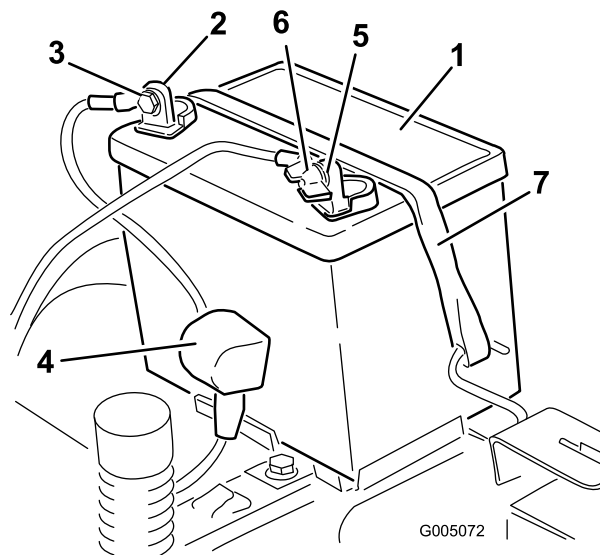

Figura 34
4. Staccate il cavo negativo (nero) di terra dal polo della batteria (Figura 34). Conservate tutti i dispositivi di fermo.
5. Infilate il cappuccio di gomma sul cavo positivo (rosso) della batteria. Staccate il cavo positivo (rosso) dal polo della batteria (Figura 34). Conservate tutti i dispositivi di fermo.
6. Togliete il dispositivo di fissaggio della batteria (Figura 34) e togliete la batteria dal vassoio.
1. Posizionate la batteria sul vassoio con i poli dei morsetti rivolti verso la posizione di guida (Figura 34).
5. Fissate la batteria con l'apposito dispositivo (Figura 34).